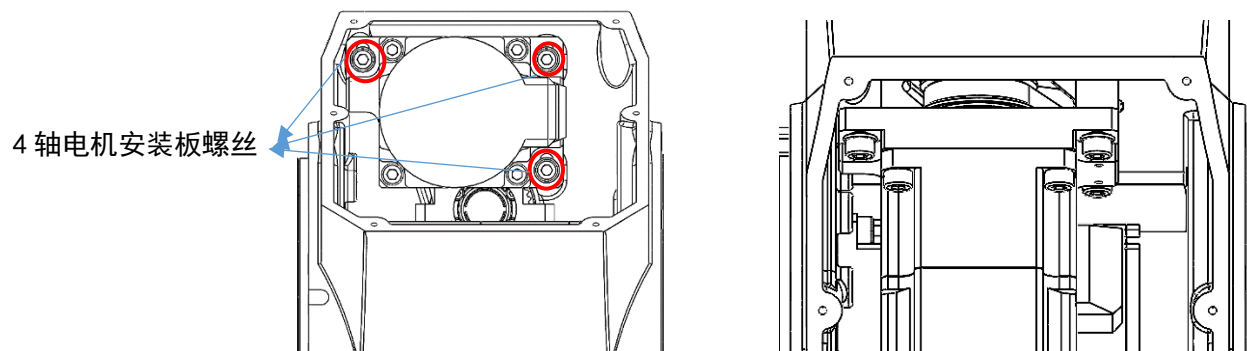

图 6.5 4 轴同步带电机安装板螺丝位置示意图
2. 拆卸 4 轴盖板和 4 轴电机安装板的螺丝（见图 6.5），取出同步带；